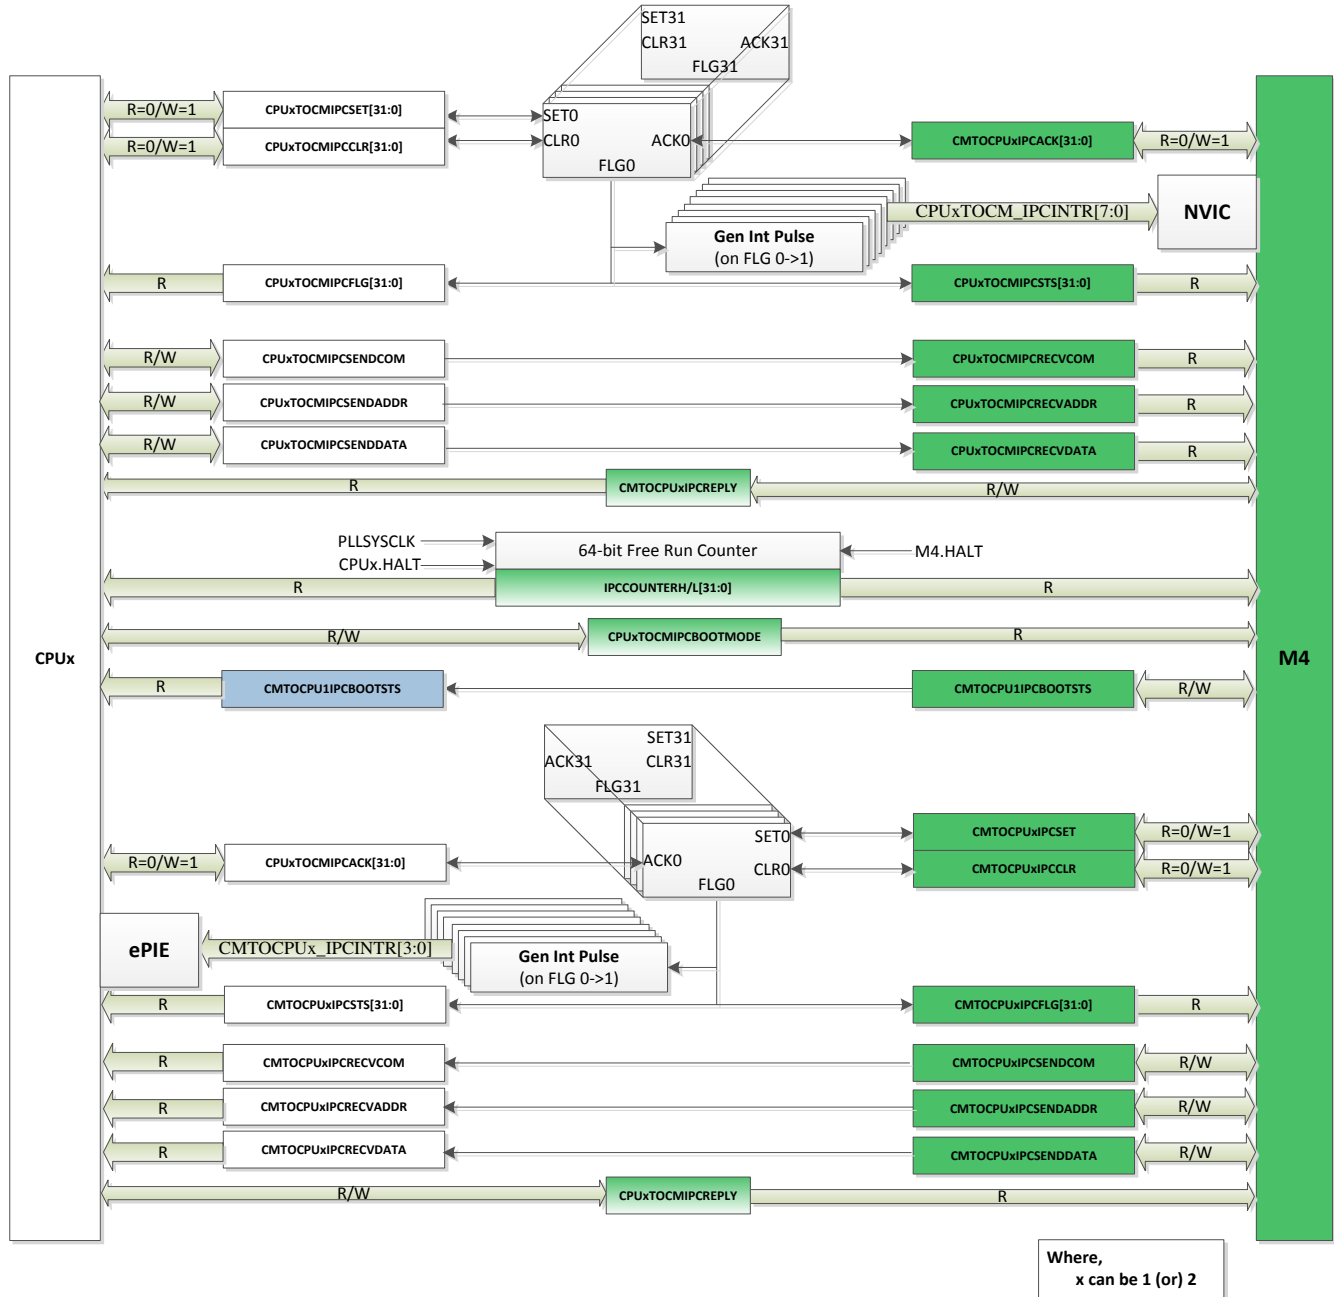

图 8-7. CPUx\_to\_CM IPC 模块
- CPUx\_TO\_CM IPC 架构 (其中 x = 1、2) (请参阅图 8-7)